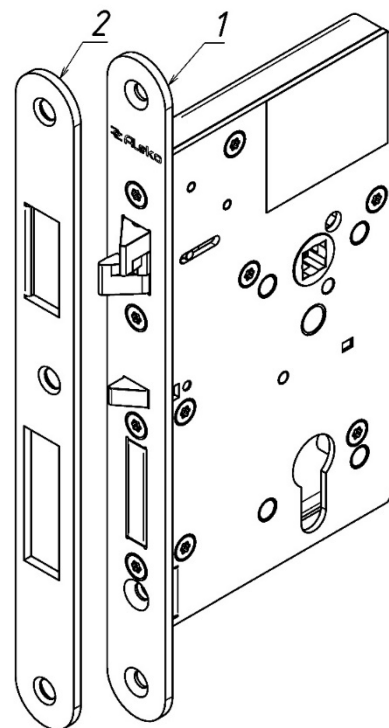

Рисунок 1
3.1 В комплект поставки замка ALM-561EM входят (рис. 1):
- Корпус (1).....- 1 шт.
- Запорная планка 325 (2).....- 1 шт.